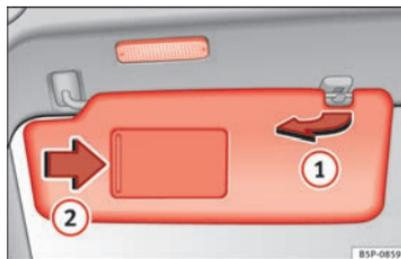

Fig. 77 Pare-soleil du côté du conducteur.
Vous pouvez retirer le pare-soleil côté conducteur et celui côté passager de leur fixation au centre du véhicule pour les faire pivoter vers les portes ⇒ fig. 77 ①.